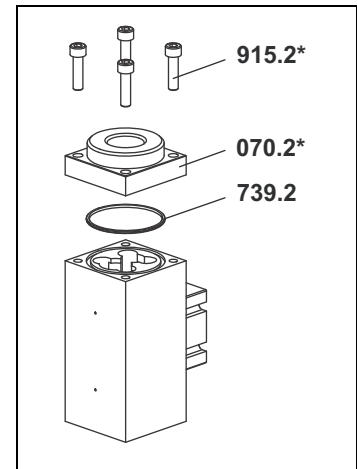

Abb. 3
4. Zylinderschrauben **915.2\*** entfernen, Abschlussdeckel **070.2\*** und O-Ring **739.2** abnehmen, siehe Abb. 3, Seite 26.